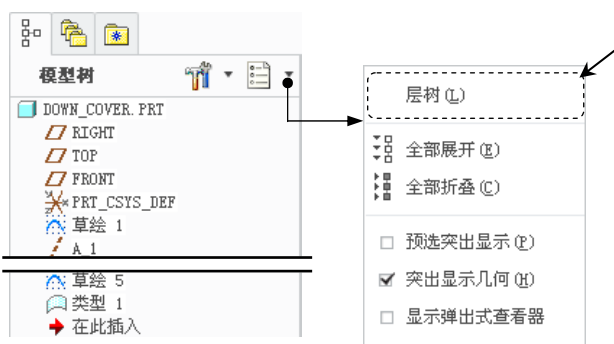

图 10.1.4 导航选项卡
(1) 在图 10.1.4 所示的导航选项卡中单击  按钮，在系统弹出的快捷菜单中选择 **层树(L)** 命令。